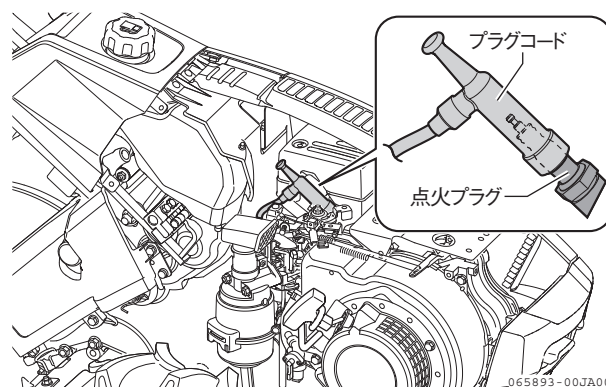

図 5-2 点火プラグ
3. 点火プラグをプラグレンチ（付属品）で外します。プラグレンチは、お手持ちのドライバーなどと合わせてご使用ください。（図 5-2）